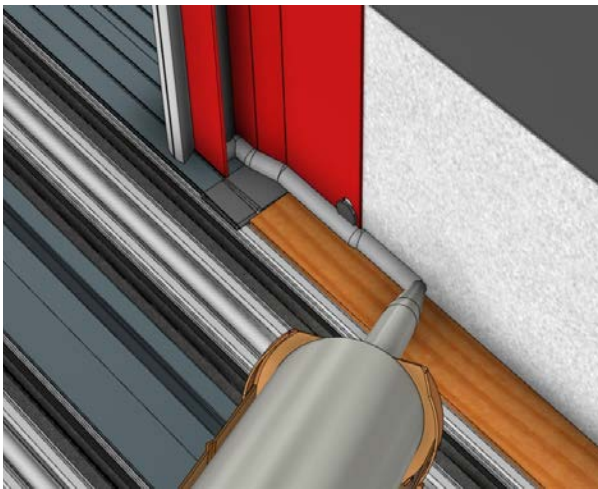

Fig PKT 10
- Aplique sellador directamente detrás del enclavamiento del hueco y continúe sellando toda la longitud frontal del umbral (Fig. PKT 10).